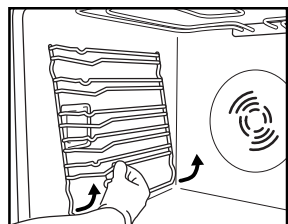

Fig. 3
1. Verwijder de zijroosters (fig. 3).
2. Verwijder de zijroosters, indien aanwezig (fig. 3).